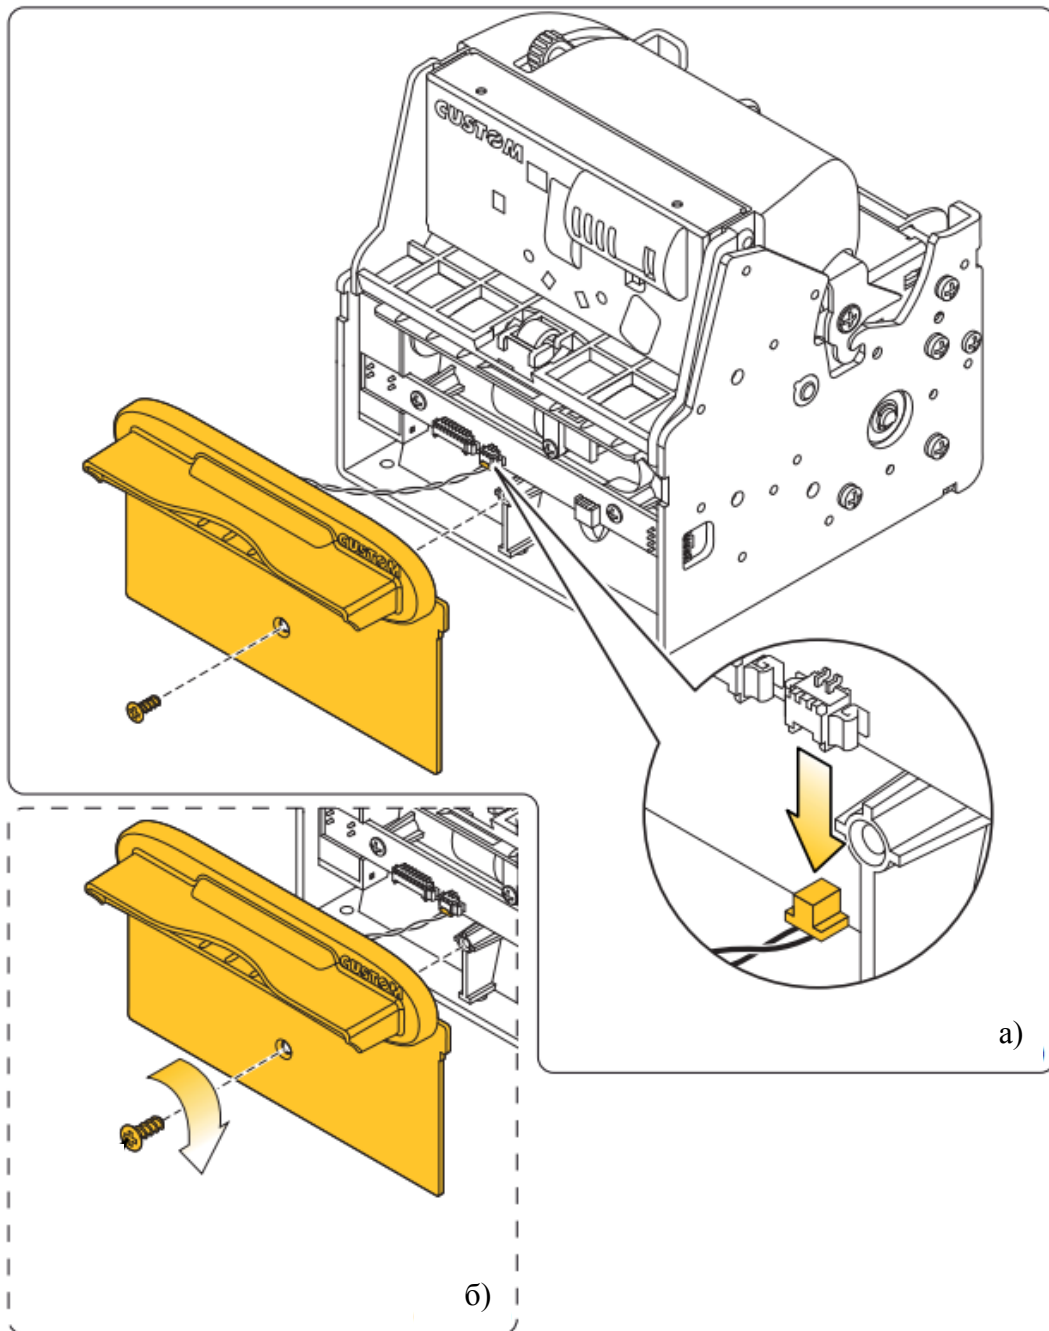

Рисунок 5.13 - Отсоединение передней пластины
5.10.1 Отвинтить фиксирующий винт (Рисунок 5.13 а)), крепящий переднюю пластину к шасси презентера, и вынуть переднюю пластину из посадочных гнезд на шасси.
5.10.2 Отсоединить кабель, идущий от устройства подсветки презентера к датчику выхода ленты (Рисунок 5.13 а)).
5.10.3 Присоединение передней пластины к шасси презентера производить в обратном порядке, винт (Рисунок 5.13 б)) зафиксировать (усилием крутящего момента 50 сН х м).